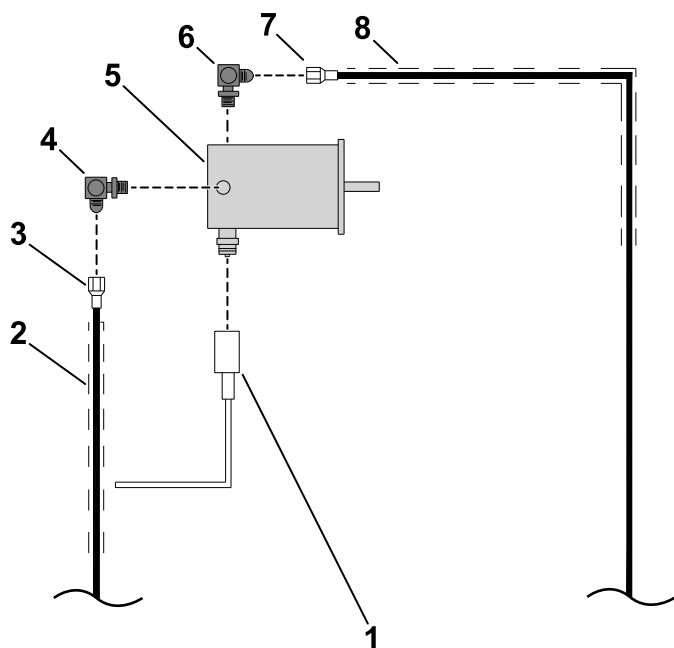

Рисунок 18
по каталогу 01-312-5610) , как показано на Рисунок 18.
4. Установите кожух шланга длиной 147 см на гидравлический шланг A длиной 254 см (8 FJ – 6 MP), как показано на Рисунок 18.
5. Подсоедините один конец прямоугольного штуцера (5/8 x 1/2 дюйма) к гидромотору (№ по каталогу 92-4240), а другой конец – к гидравлическому шлангу (№ по каталогу 01-312-5610), как показано на Рисунок 18.
6. Подсоедините один конец углового штуцера (№ по каталогу 01-201-4210) к гидромотору (№ по каталогу 92-4240), а другой конец – к гидравлическому шлангу длиной 254 см (8 FJ – 6 MP), как показано на Рисунок 18.
7. Подсоедините гидравлический шланг, входящий в комплект сборщика кернов, к отверстию IN (ВХОД) гидромотора транспортера (Рисунок 18).